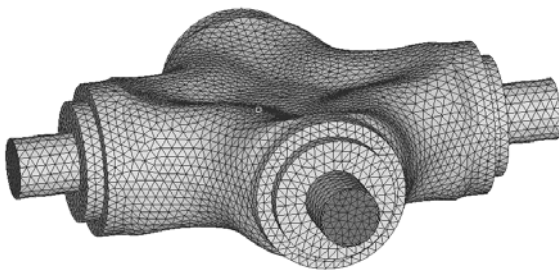

图 5-198 仅显示体单元
- (5) 单击 3D 单元后面的“1”，此操作将仅显示体单元，结果如图 5-198 所示。